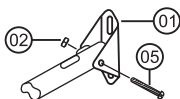

Fig. 09
Alinhe o furo da haste, já com a borracha compensadora colocada, com o furo do suporte e fixe com o parafuso (05) e porca (02) fig. 09.